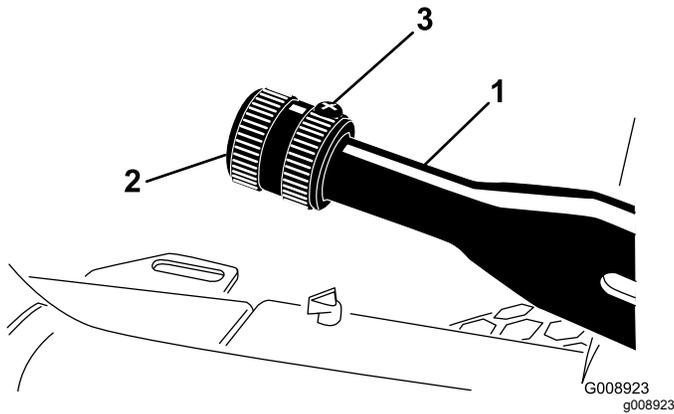

図 62
1. ブレーキレバーに調整ノブを固定している固定ねじをゆるめる 図 62。